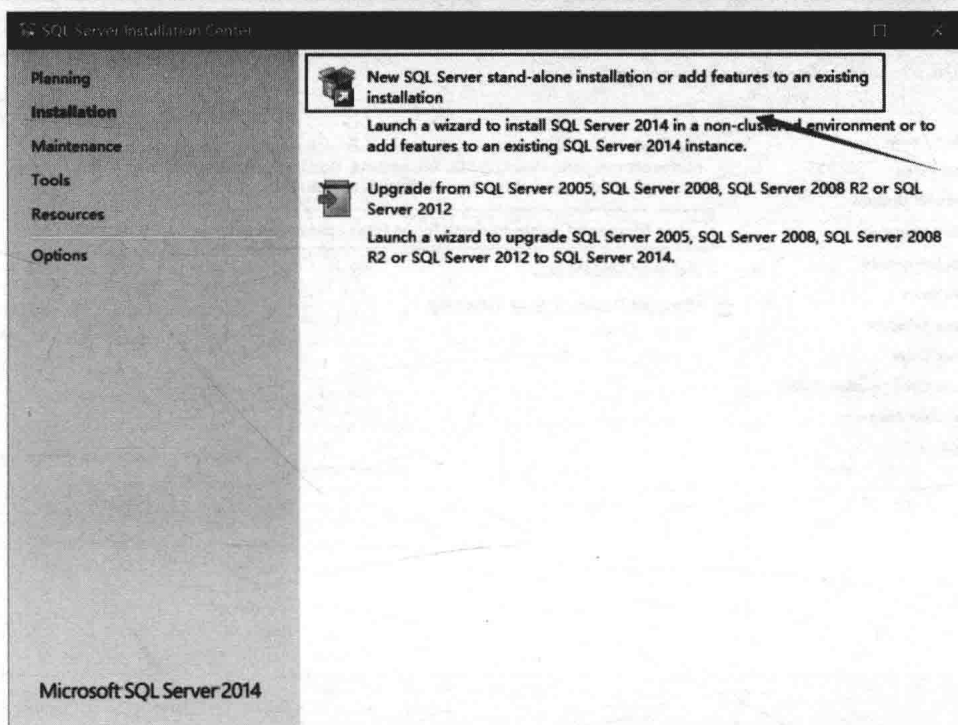

图 2-7
(2) 打开应用程序后，在弹出的对话框中单击“New SQL Server stand-alone installation or add features to an existing installation”（独立安装新的 SQL 服务器或向现有的安装添加功能）选项，如图 2-7 所示。